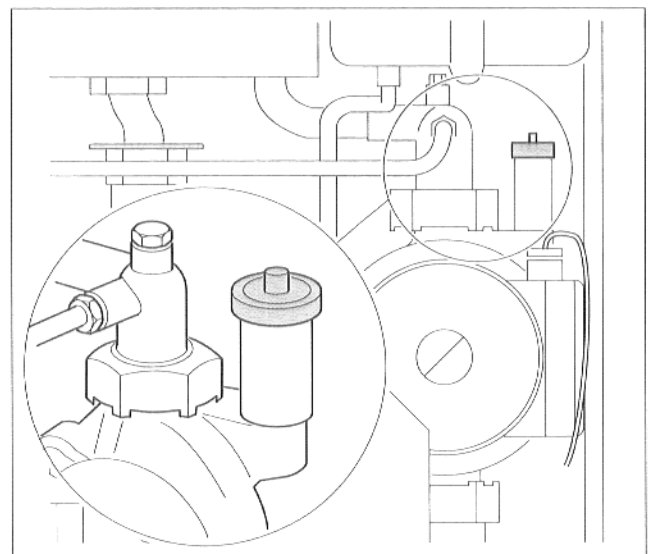

Abb. 12 Automatischer Entlüfter
- Damit die Restluft entweichen kann, Kappe am automatischen Entlüfter (Abb. 12) eine Umdrehung aufdrehen.